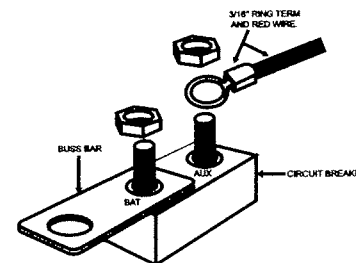

Figure 3
- Fixez fermement le fil rouge au disjoncteur (à la borne repérée AUX). Attachez la barre collectrice (plaguette de cuivre) à l'autre borne du disjoncteur (repérée BAT). Voir la figure 3.